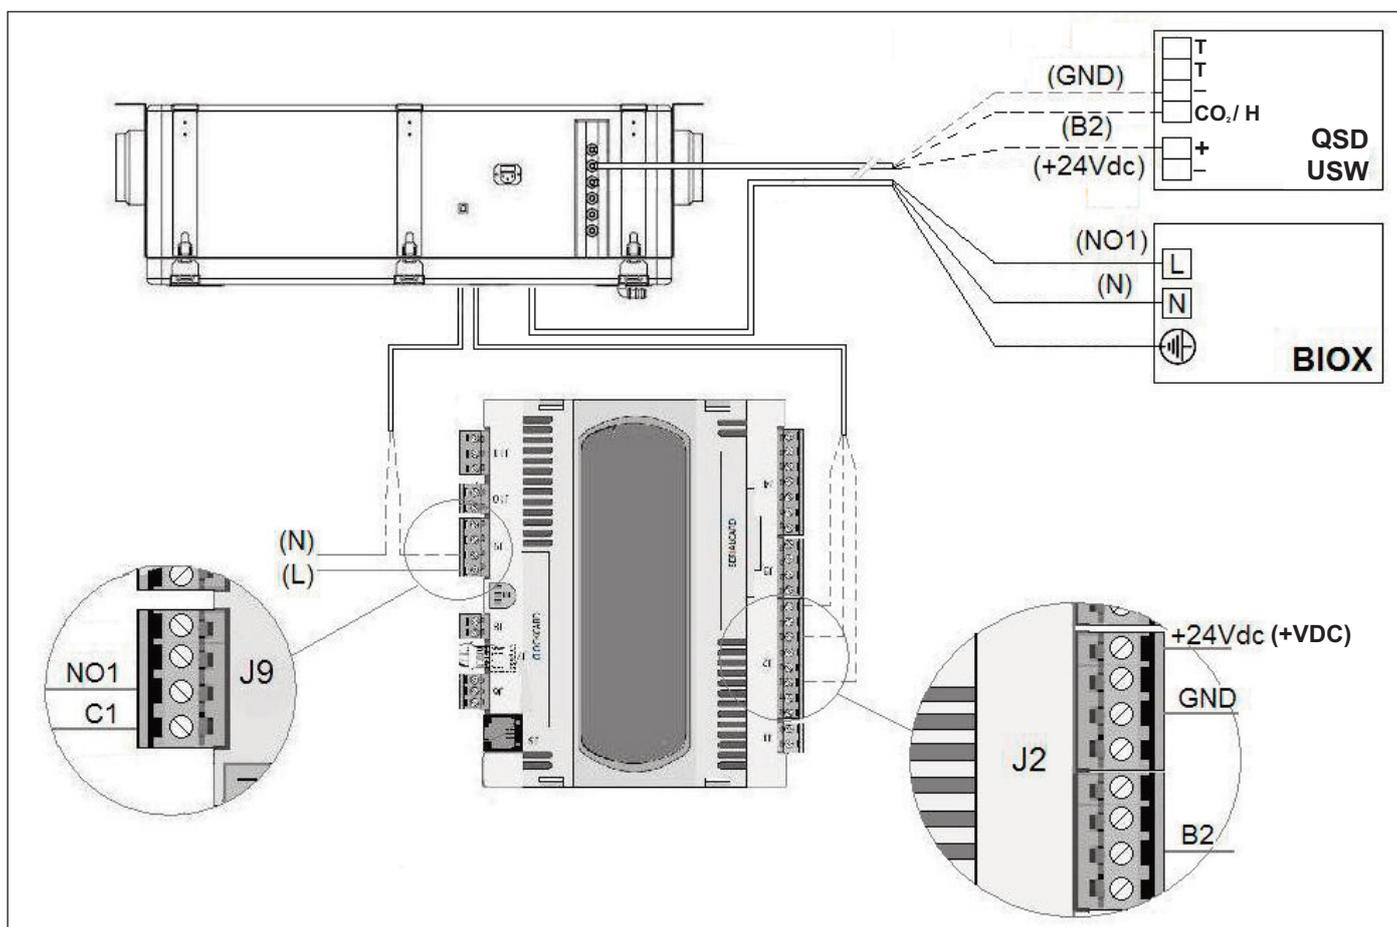

fig. 13
- Le connessioni e i cavi usati per esse sono a cura di chi installa (fig.13).
- Connections and cables shall be carried out by the installer (fig.13).